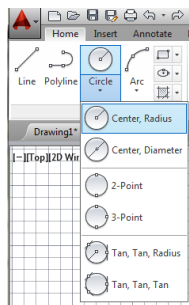

Рис. 17 Функция Circle (Окружность)
- Функция **Circle (Окружность)** позволяет построить окружность так же несколькими способами: по указанию **Center, Radius (Центра и радиуса)**, **Center, Diameter (Центра и диаметра)**, **2-Point (По двум точкам)**, **3-Point (По трем точкам)** (Рис. 17).